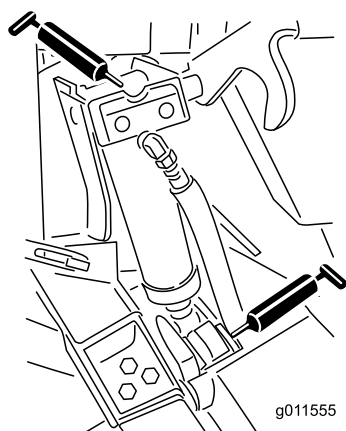

Bild 51
- Vier Hubzylinder-Drehbüchsen (Bild 51)